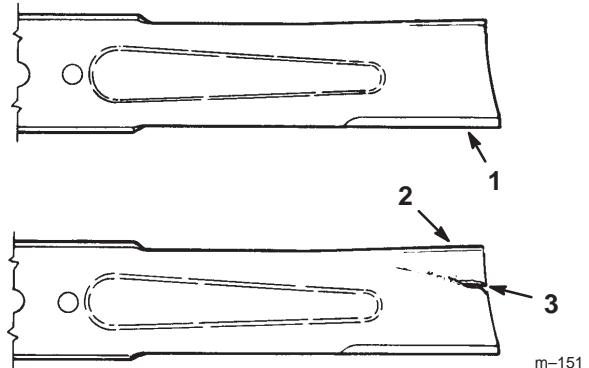

Figure 23
1. Inspectez les tranchants des lames (Fig. 23). Si elles ne sont pas tranchantes ou si elles présentent des indentations, déposez et aiguisez les lames (voir Aiguisage des lames, page 28).
2. Inspectez les lames, surtout la partie incurvée (Fig. 23). Remplacez immédiatement toute lame endommagée, usée ou qui présente une entaille (repère 3 de la Fig. 23).